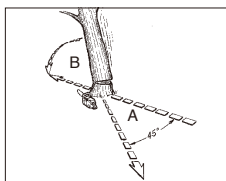

Fig. 11A
⚠ ADVARSEL: En tilflugssti (A) bør planlægges og gøres klar, for nedskæringerne går i gang. Tilflugsstien skal gå bagud og diagonalt bagved den forventet retning af hvor træet skal falde, som vist i fig. 11A.
ADVARSEL: Som fældesnittedet kommer tættere på falsen, skulle træet gerne begynde at falde. Når træet begynder at falde, skal du fjerne saven fra snittet, stands motoren, læg saven ned, og forlad området via tilflugtsstien (Fig. 11A).